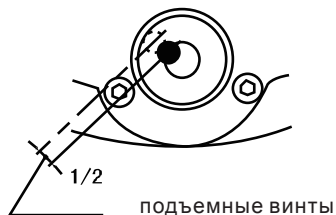

Рис.10
- (I) Закрутите подъемные винты, сместив половину пузырька к центру. (Рис.10)